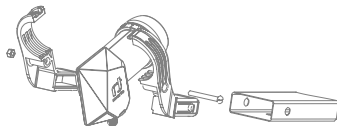

Fig. 1
1. Umieścić konwerter w uchwycie antenowym. Zamknij uchwyt i dokręć lekko wkręt obejmy, tak aby móc obracać konwerterem (Fig. 1).